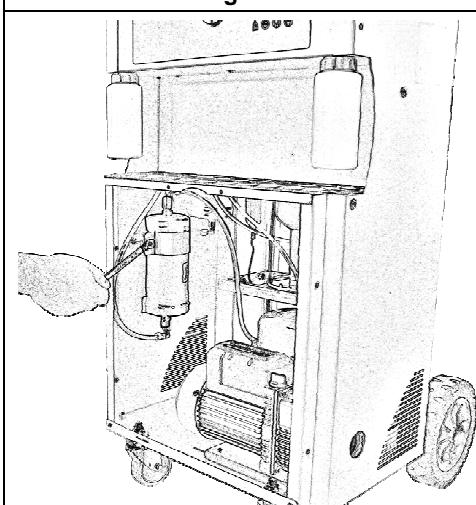

Fig. 3
- 3- Puxe o papel até que saia do compartimento e feche a porta (veja a Fig.3). A porta bloqueia.
- Remova o parafuso 10 do suporte do filtro (Fig. 3).